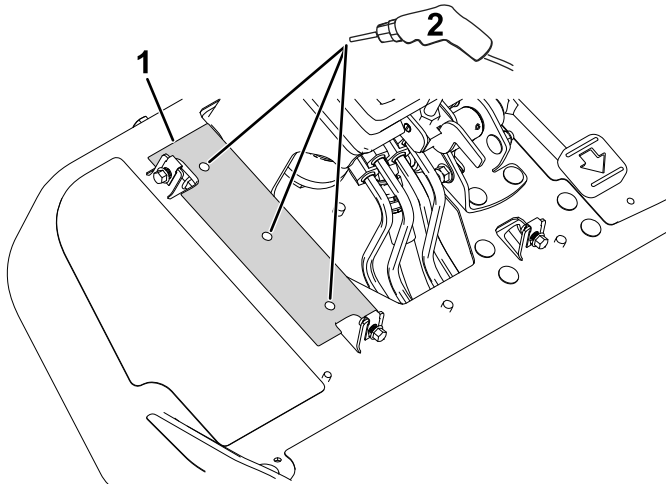

Bild 3
3. Richten Sie die Aussparungen der Verstärkungsbohrschablone an den Aussparungen der Plattform aus, wie in Bild 3 dargestellt.
6. Richten Sie die Lenkungshalterung an den zuvor in der Plattform gebohrten Löchern aus (siehe Bild 3).